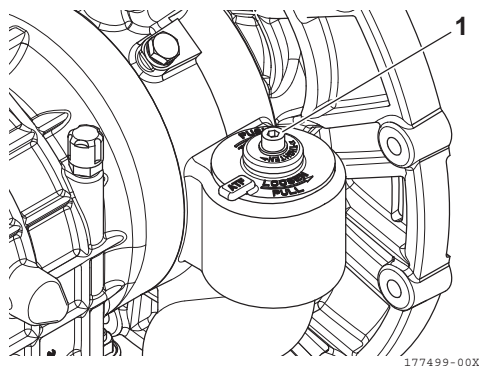

Figura 23
14. Aperte o parafuso de cabeça cilíndrica (1, **Figura 23**) com um binário de aperto de 5 N-m a 8 N-m (3,6 lbf a 5,9 lbf).